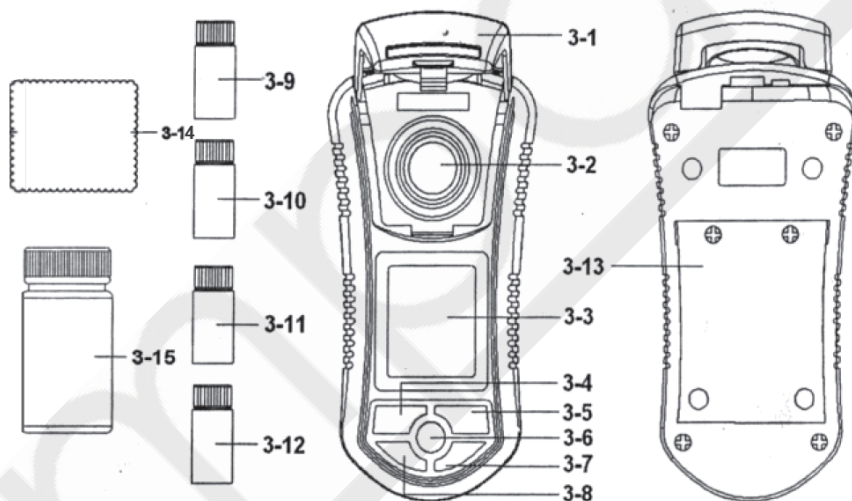
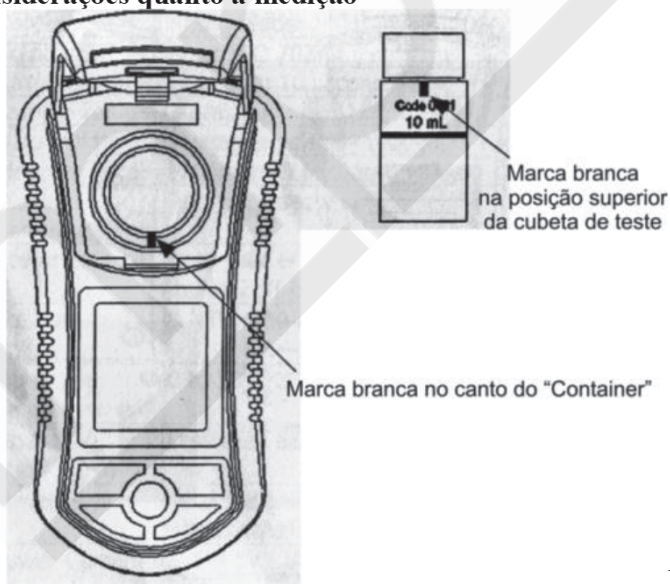

Fig.1
Fig.2
1) Existe uma marca branca no canto do container (3-2, Fig. 1) e também na parte superior da cubeta de testes” (3-9, 3-10, 3-11, 3-12, Fig. 1), referente a Fig. 2.
2) Insira a cubeta de teste no fundo do container (3-2, fig 1)
3) Feche a tampa do container (3-1, Fig 1)
4) Ligue o medidor apertando o botão power (3-6, fig 1).
5) Aperte o botão teste (3-5, fig 1) uma vez, o display vai mostrar o texto “tEst” (teste) essa mensagem ira piscar por aproximadamente 10 segundos então o valor da turbides será mostrado no display junto com a unidade “ntu”.
Pressione o botão ZERO (3-7, fig 1) continuamente até o display mostrar o valor zero, então solte o botão
Durante a medição ao pressionar o botão “HOLD” (3-4, fig 1) uma vez irá reter os valores medidos e o LCD irá mostrar o símbolo “HOLD”.
- A função de gravação de dados grava as leituras máximas e mínimas. Pressione o botão REC (3-8, fig 1) uma vez para começar a função de gravação de dados com REC sendo exibido no display.
a) Pressione o botão REC (3-8, fig 1) uma vez, o símbolo “REC. MAX” junto com o valor máximo vai aparecer no display.
b) Pressione o botão REC (3-8, fig 1) pela segunda vez, o símbolo “REC. MIN” aparece junto com o valor mínimo no display.
- Insira a solução padrão NTU 0 dentro do “container” (3-2 Fig. 1) e cubra completamente (3-1, Fig 1), para outros procedimentos por favor verifique a sessão acima (4-1, 4-2).
- Pressione o botão “CAL” (3-5, Fig. 1) continuamente até o display mostrar o texto “CAL” então solte o botão.
- Durante a exibição do display “CAL”, pressione o botão “CAL” (3-5, fig 1), o display exibirá:
- Pressione o botão CAL (3-5, fig 1) uma vez, o display vai mostrar o seguinte texto piscando por aproximadamente 10 segundos. Então o display exibirá:
- Insira a solução 100 NTU padrão dentro do container (3-2, Fig 1) e cubra-o com a tampa (3-1, Fig 1) completamente.
Pressione o botão CAL (3-5, fig 1) uma vez, o display vai mostrar o seguinte texto piscando (por aproximadamente 10 segundos).